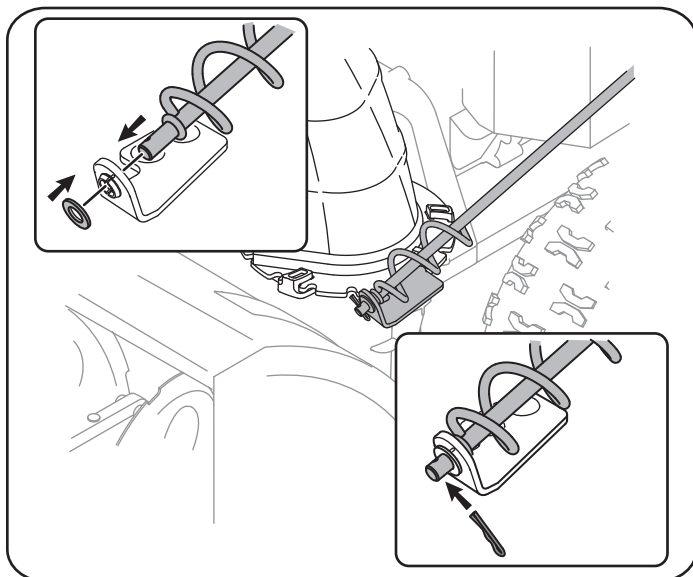

Figura 5
- b. Inserte el extremo del control direccional del canal en el soporte inferior y asegúrelo mediante la arandela plana y el broche de horquilla que acaba de retirar. Vea la figura 5. Si es necesario, puede ajustarse el soporte inferior. Consulte “Ajuste del soporte del canal” en la sección de Servicio y Mantenimiento.